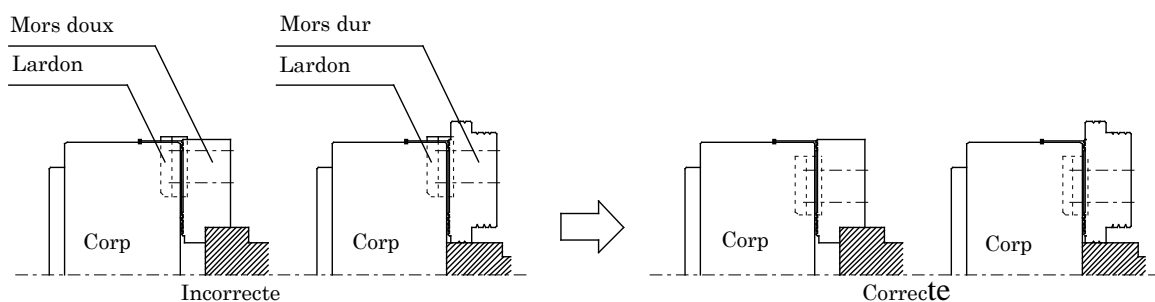

Figure 9
- Utiliser l'écrou encastré de façon à ce qu'il ne sorte pas du mors principal. (Voir figure 9)